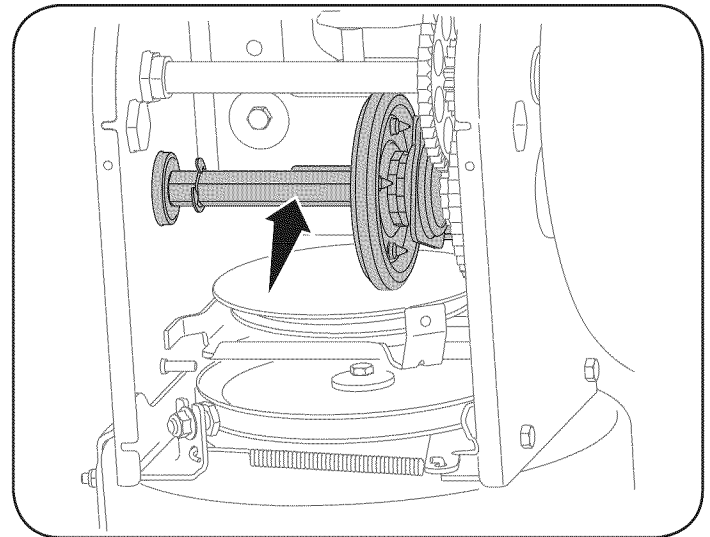

Figura 15
4. Aplique al eje hexagonal una capa ligera de una grasa multusos apta para condiciones climáticas múltiples. Vea la Figura 15.